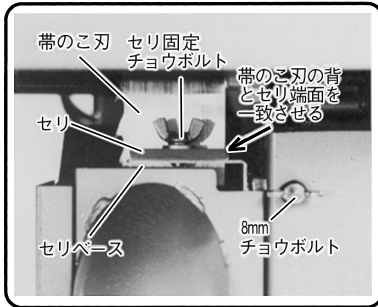
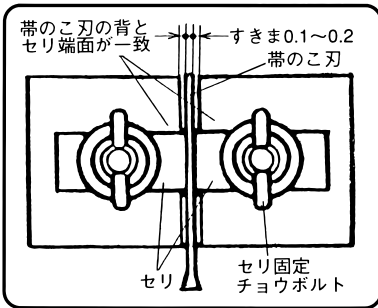

図 19
図 20
(2) 下部セリの調整 (図19)
- ① 下部のセリも上部セリの調整①~③の手順で行ってください。
- ② すきまの調整が終わりましたら、帯のこ刃の背とセリ端面が一致するようセリベースを移動し、8mmチョウボルトで固定してください。(図20)